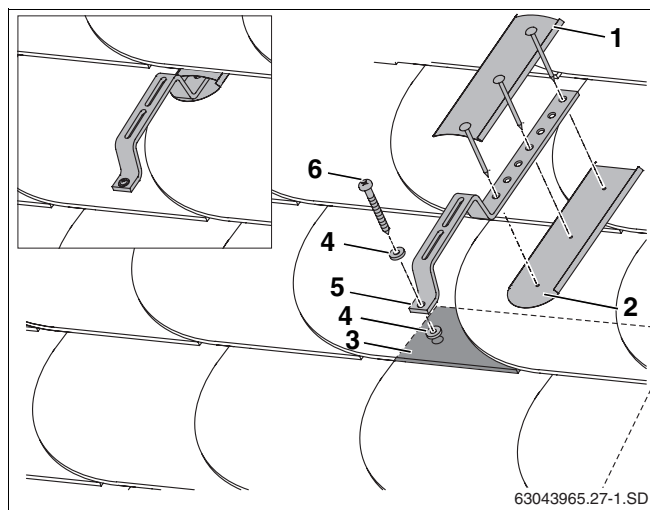

Fig. 26 Instalação sobre telhado de ardósia ou de ripas
É-lhe mostrado, a título de exemplo, a instalação de um gancho para fixação de telhados especial e a cobertura estanque com chapas a colocar por parte do cliente (fig. 26, **item 1 e 2**) com base numa cobertura de ardósia ou de ripas.
- ▶ Instalar os ganchos especiais para telhado (fig. 26, **item 5**) e o vedante (fig. 26, **item 4**) com o parafuso (fig. 26, **item 6**) na cobertura de ardósia/de ripas.
- ▶ Para garantir uma instalação estanque, devem ser instaladas por parte do instalador chapas sobre e sob os ganchos para telhado especiais (fig. 26, **item 1, 2**).
O gancho especial para telhados deve ficar apoiado sobre uma cobertura múltipla (fig. 26, **item 3**).